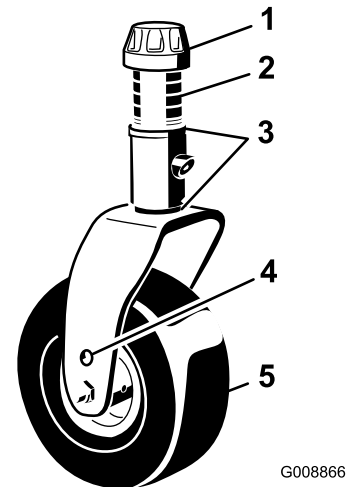
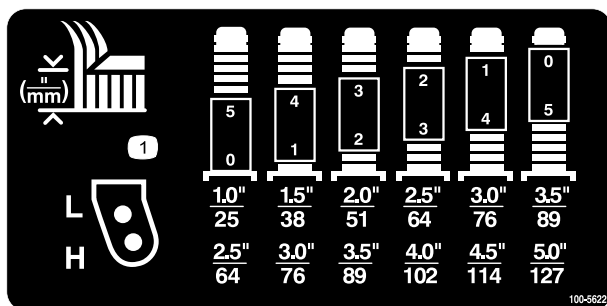

図 7
図 8
2. 左右のキャスタ・フォークの同じ穴にキャスタ・ホイールの軸をセットする。どの穴にセットするかは、図 7と図 8を参照のこと。
3. スピンドル・シャフトからテンショニング・キャップを取り(図 7)、キャスタ・アームからスピンドルを抜き出す。シム (3 mm) を2枚スピンドルのシャフトに通す(当初の状態と同じに)。これらのシムは、デッキ全体の左右の水平調整に必要となる。希望する刈高に必要な枚数のスペーサ (13 mm 厚) をスピンドル・シャフトに通し、その上からワッシャを取り付ける。
スペーサの組み合わせ方法については、図 7と図 8を参照のこと。